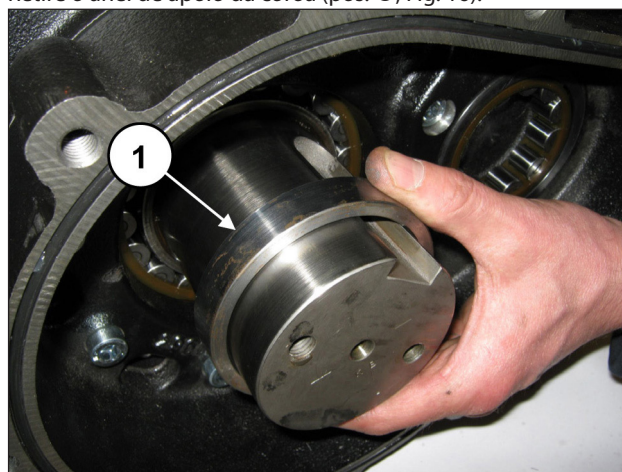

Fig. 16
Retire o anel de apoio da coroa (pos. ①, Fig. 16).